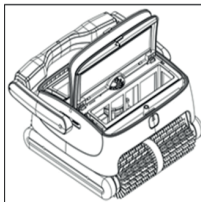

Abbildung 2
- die obere Abdeckung öffnet automatisch eingeblendet (siehe Abbildung 2).